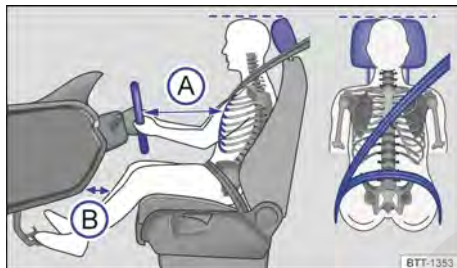

Fig. 24 Distancia correcta del conductor con relación al volante, posición correcta de la banda del cinturón de seguridad y ajuste correcto del apoyacabezas.
- Ajustar el asiento para que la distancia entre el volante y el tórax tenga como mínimo 25 cm → fig. 24 (A) y que el conductor pueda sujetar el volante del borde exterior con las dos manos y los brazos ligeramente doblados.
- Ajustar el asiento del conductor de manera longitudinal para que los pedales se puedan accionar con las piernas ligeramente dobladas y la distancia de la zona de la rodilla con el panel de instrumentos sea de al menos 10 cm → fig. 24 (B).
- Para los asientos con apoyacabezas: ajustar el apoyacabezas para que su borde superior se encuentre preferentemente en la misma línea de la parte superior de la cabeza → fig. 24 – pero no por debajo de la altura de los ojos. Posicionar la parte posterior de la cabeza lo más cerca posible del apoyacabezas.